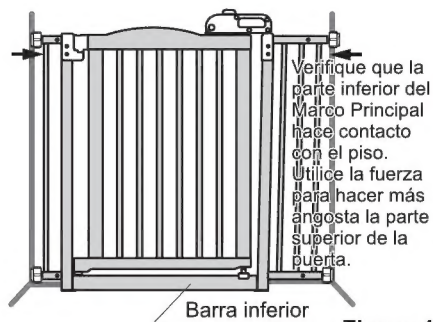

Figura 1
- Por seguridad, la parte inferior del producto debe hacer contacto con el piso según se muestra en la Figura 1.
※ El ancho de la parte superior del marco podría ser más ancho que la pared ya que el producto está diseñado para instalarse utilizando un efecto de resorte de tensión. Si es necesario, utilice la fuerza para hacer que la parte superior de la puerta sea más angosta para encajar entre la pared según se muestra en la Figura 1.